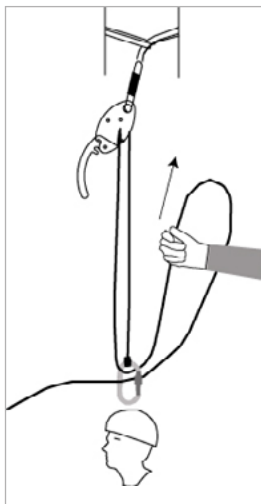

Fig 7
- **Støttestropp/fangline/frallblokk uten mulighet for lengdejustering.** For å få overført vekten til Smartline brukes settet som en talje (Se fig 7). Man tar tauenden som går ut av slissen og trer den dobbelt gjennom karabinen som den skadde er forbundet til Smartline med. Ved å dra oppover kan den skadde løftes slik at tyngden overføres til Smartline. Personen trenger kun å løftes en liten distanse (ca 10 cm) før fallsikringsutstyret kan fjernes. Man kan også bruke kniven til å kappe linen den skadde henger i, men da er det viktig at Smartline er helt stram slik at man unngår fall.